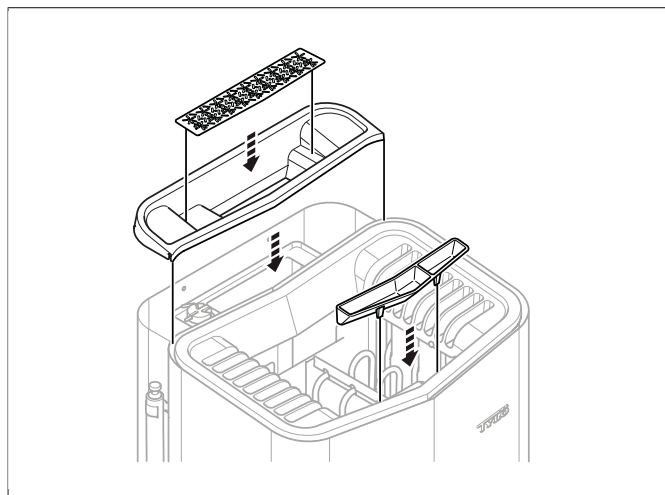

Fig 13: Pose du couvercle du réservoir d'eau, de la passoire à herbes aromatiques et de la coupelle à parfum/l'humidificateur
11. Poser le couvercle du réservoir d'eau, la passoire à herbes aromatiques et la coupelle à parfum/l'humidificateur (voir **Fig 13**, page 6).